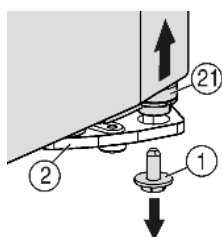
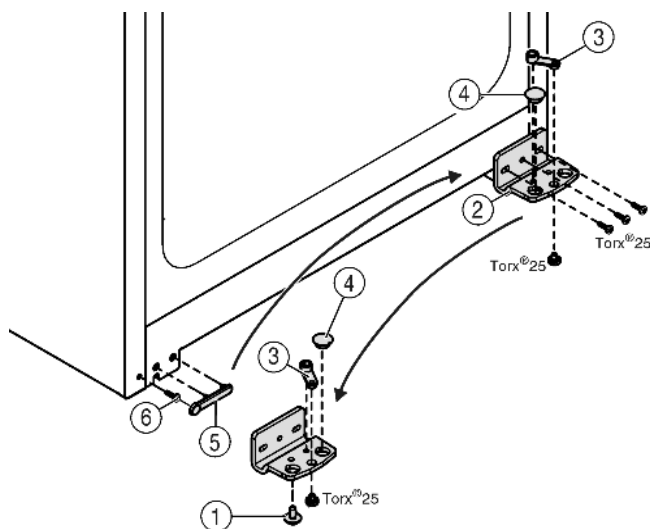

Fig. 5
Fig. 6
- ▶ Dolje desno u ležištu vrata odvrnite i izvadite sigurnosni vijak Fig. 5 (1).
- ▷ Svornjak ležišta Fig. 5 (21) odvojiti će se od ležišta vrata Fig. 6 (2).
- ▶ Ako se svornjak ležišta Fig. 5 (21) ne odvoji, istisnite svornjak odozdo prema van.
- ▶ Odvrnite vijke podloška ležaja Fig. 6 (2).
- ▶ Odvijte dio ležišta Fig. 6 (3) i premjestite ga u nasuprotnu prihvatnu rupu podloška ležaja, ponovo ga zavijte.
- ▶ Izvadite čepove Fig. 6 (4) iz podloška ležaja i premjestite ih u nasuprotnu prihvatnu rupu podloška ležaja.
- ▶ Oprezno podignite pokrov Fig. 6 (5) na strani ručke.
- ▶ Odvijte vijak Fig. 6 (6) i ponovo ga umetnite na drugu stranu.
- ▶ Ponovo stavite poklopac Fig. 6 (5).
- ▶ Eventualno pomoću odvijača na baterije ponovo čvrsto pričvrstite vijcima podložak ležišta Fig. 6 (2) na novoj strani šarke (s 4 Nm).
- ▶ Sigurnosni vijak Fig. 5 (1) uvrnite u svornjak ležišta i čvrsto zategnite (s 4 Nm).